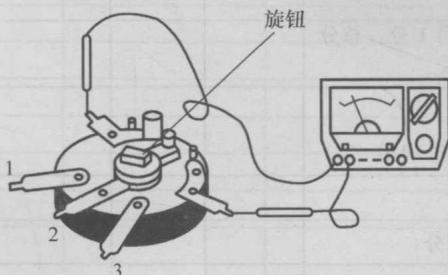

图 1-1-9 用万用表测电位器开关
- 1) 首先利用万用表 $R \times 1$ 挡测量电位器开关，看开关是否正常，如图 1-1-9 所示。